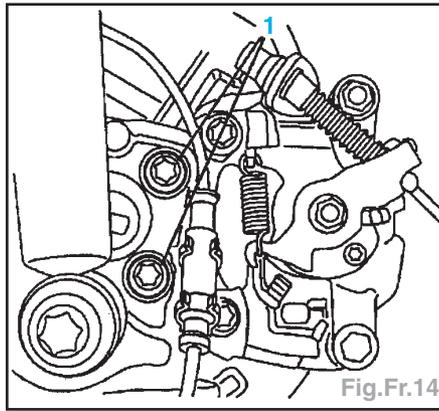

Fig.Fr.14
- les 2 vis de fixation (1) du support d'étrier avec l'étrier (Fig.Fr.14),